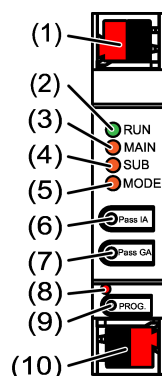

Figura 1: Vista frontale
Il LED di stato **RUN** indica lo stato delle funzioni filtro, (Vedi figura 1).
- Collegare i cavi bus con morsetti di collegamento KNX (Vedi figura 1) con la polarità corretta.
- Collegare la linea superiore al morsetto di connessione inferiore (10). Questo collegamento consente di alimentare l'apparecchio.
- Collegare la linea inferiore al morsetto di collegamento superiore (1).